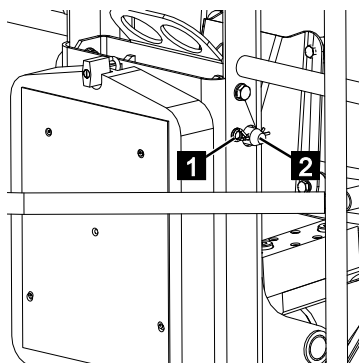

Abb. 91
5. Den Befestigungsbolzen (Abb.91/2) mit dem Federsplint (Abb.91/1) sichern.